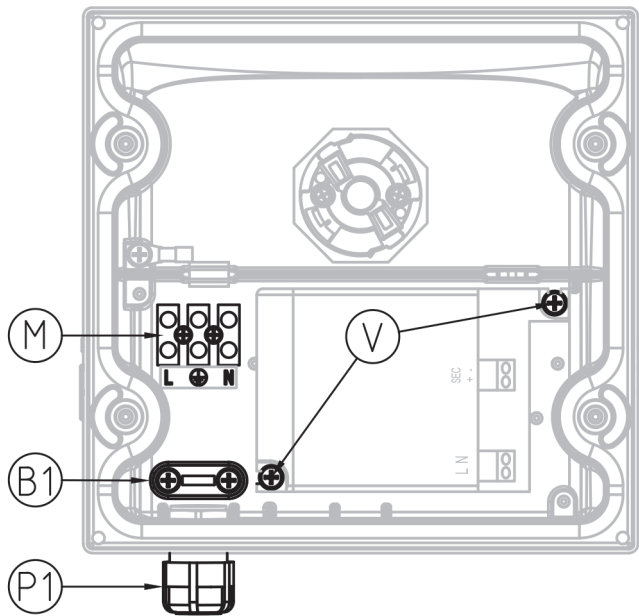

FIG. 17 NEXT 1 electrical wiring CL.1
- **NEXT 1 Branchement électrique CL. I** (voir **figure 17**);